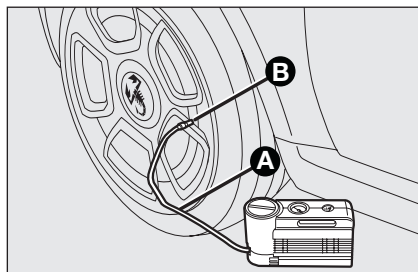

fig. 13
- ❑ **Serrer le frein à main.** Dévisser le capuchon de la soupape du pneu, extraire le flexible de remplissage **A-fig. 13** et visser la bague **B** sur la soupape du pneu;